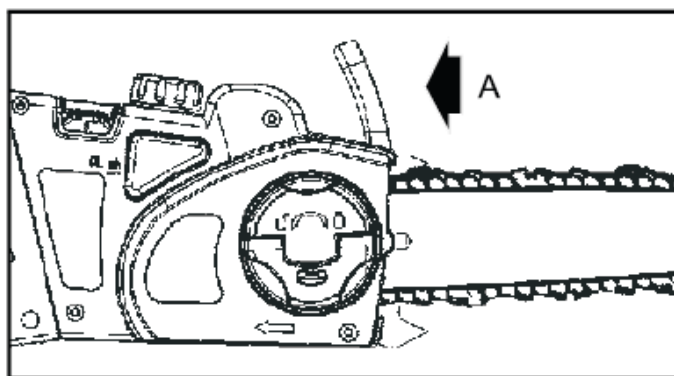

Fig. 4A
Disinnestare il freno della catena (A) tirandolo indietro. (Fig. 4A)